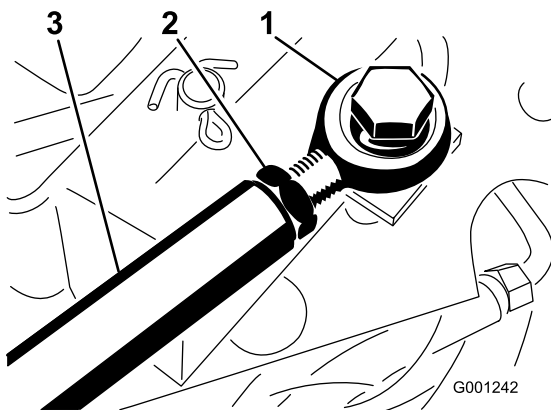

Figura 67
2. Parafuso de fixação (4)
3. Se necessitar de fazer mais ajustes, ajuste a barra de travção (Figura 67) do seguinte modo: